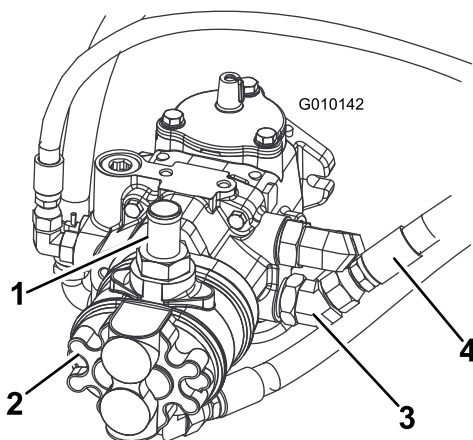
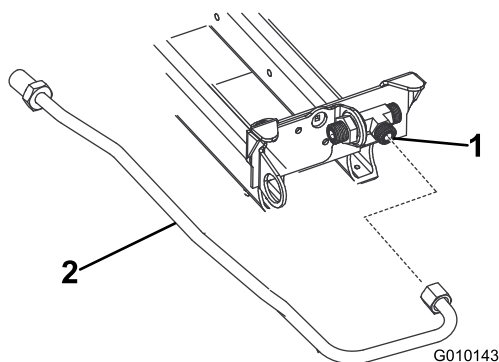

Figure 4
Figure 5
2. Vidangez complètement le réservoir d'huile hydraulique en débranchant le flexible supérieur de la pompe (Figure 4). Rebranchez le flexible après la mise en place de la conduite hydraulique rigide.
6. Déposez et mettez au rebut le flexible branché au raccord de 45 degrés sur l'orifice inférieur de la pompe et au raccord en T sous la base du siège (Figure 4 et Figure 5).
7. Branchez la conduite rigide hydraulique au raccord en T sous la base du siège. Positionnez la conduite comme illustré à la Figure 5.